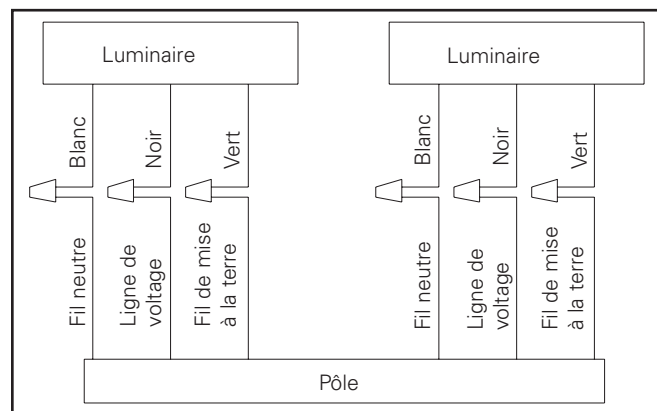

Figure 14.
9. Connectez les fils d'alimentation aux fils appropriés du luminaire. (Figure 14.)